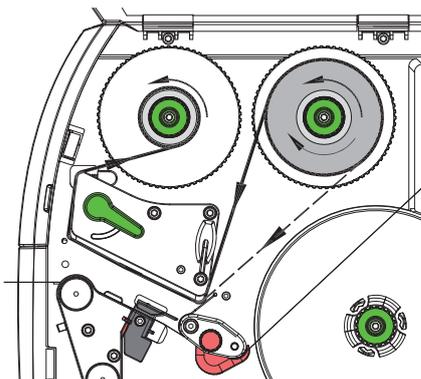

Figura 22 Scorrimento del nastro
5. Tenere fermo il rotolo di nastro (1) e ruotare la manopola dello svolgitore (3) in senso antiorario fino a che il rotolo non è fissato.
6. Spingere un'anima adatta (4) sull'avvolgitore del nastro (5) e fissarla allo stesso modo.
7. Far passare il nastro attraverso il gruppo di stampa come indicato in Figura 22.
8. Fissare l'inizio del nastro all'anima (4) con una striscia di adesivo. Prestare attenzione alla direzione di rotazione dell'avvolgitore del nastro: deve ruotare in senso antiorario.
9. Ruotare l'avvolgitore (5) in senso antiorario per livellare lo scorrimento del nastro.
10. Ruotare la leva (6) in senso orario per bloccare la testina di stampa.